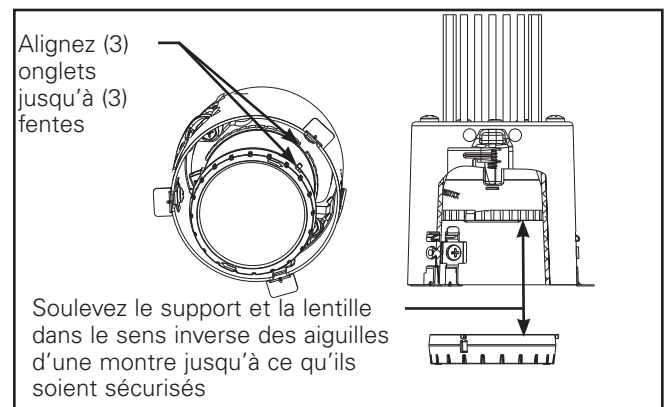

Figure 7
7. Si une lentille de mise au point douce est souhaitée, utilisez la trousse d'accessoires fournie. Voir la figure 7 pour l'installation.